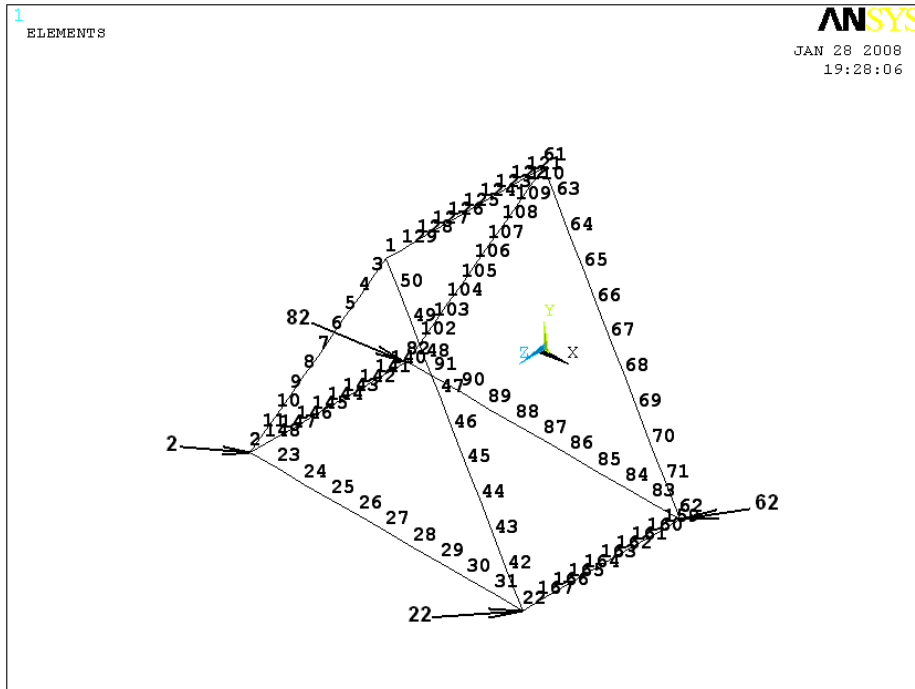

Рисунок 76. Отображение нумерации узловых точек с выделенными номерами в углах основания
- Далее необходимо с помощью окна выбора **Reselect nodes** выбрать узловую точку с номером 2 (Рисунок 76).
- Далее необходимо с помощью окна выбора *Reselect nodes* выбрать узловую точку с номером *22* (Рисунок 76).
- Далее необходимо с помощью окна выбора *Reselect nodes* выбрать узловую точку с номером *62* (Рисунок 76).
- Далее необходимо с помощью окна выбора *Reselect nodes* выбрать узловую точку с номером *82* (Рисунок 76).